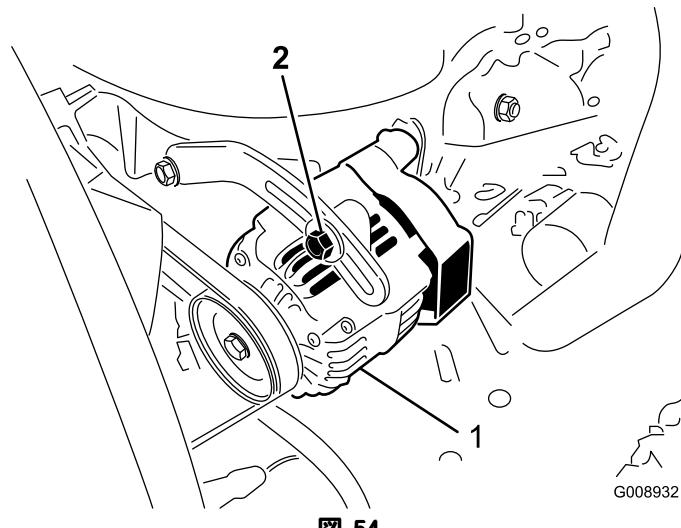

図 54
ベルト（図 54）は100運転時間ごとに劣化状態と張りを点検します。
- たわみが10mmでない場合には、オルタネータ取り付けボルトをゆるめる（図 54）。適当な張りに調整してボルトを締める。ベルトのたわみが適切に調整されたことを確認する。